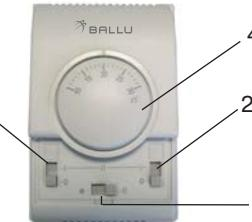

Рис. 2. Блок управления
4.3. Электрическая схема завесы приведена на рис.2 Приложения.
5.4. Подключение к электросети осуществляется через автоматический выключатель в соответствии с «Правилами эксплуатации электроустановок». Для этого необходимо снять крышку на верхней стенке корпуса, завести силовой кабель и подключить его к клеммной колодке в соответствии с рис. 4 Приложения (см. также электрическую схему рис. 2 Приложения). Система управления имеет внутреннюю заводскую коммутацию. Автоматический выключатель и сечение подводимого кабеля должны соответствовать табл. 3.
5.6. Выносной пульт управления подключен на заводе-изготовителе (электрическую схему пульта управления см. на рис. 2 Приложения).
6.1. Перед включением завесы переключатели пульта управления должны находиться в положении 0 (см. рис. 2)